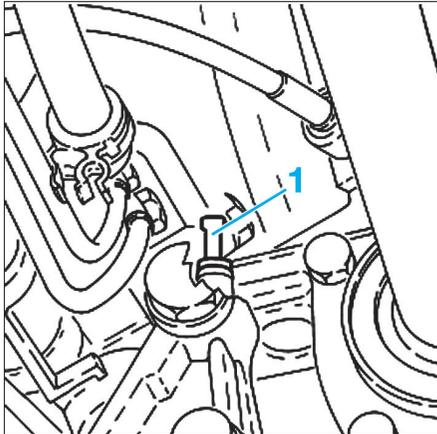

Fig. 1
- Déposer la jauge de niveau d'huile (1) (Fig.1).